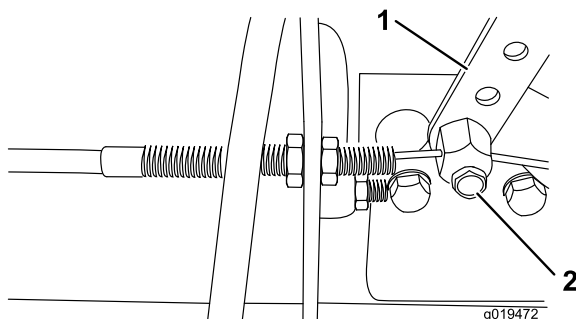

Bild 53
2. Lockern Sie den Anschluss des Bowdenzugs am Arm der Einspritzpumpe (Bild 53).